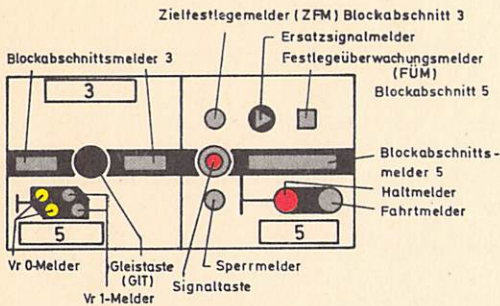

Bild 45
- (1) Der Zentralblock 800 ist eine Bauform des selbsttätigen Streckenblocks. Die Relaisanlagen sind zentral in dem Stellwerk untergebracht, von dem aus die Zentralblocksignale ferngestellt werden. In der Regel sind die Zentralblocksignale beider Fahrtrichtungen einem Stellwerk zugeordnet (Zentralblockbereich). Die Zentralblocksignale zeigen in der Grundstellung Halt (vgl. Bild 45).